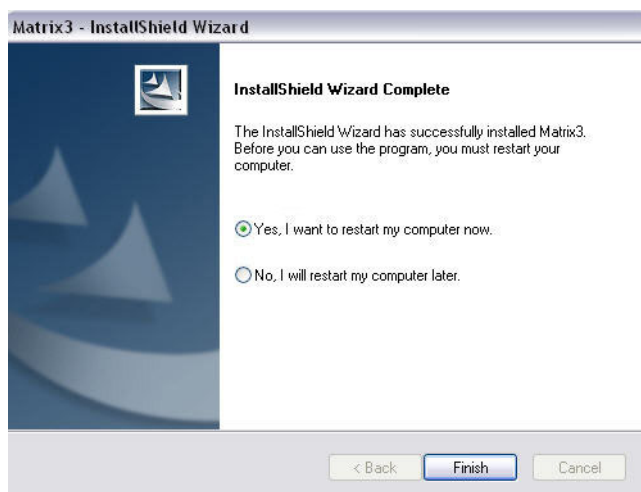

FIG. 10
11. Cuando se complete la instalación, aparecerá la pantalla que se representa en la FIG. 10. Antes de que Matrix funcione en el ordenador, tendrá que reiniciar el ordenador. Seleccione Sí, quiero reiniciar mi ordenador y haga clic en el **botón** Finalizar para reiniciar el equipo.